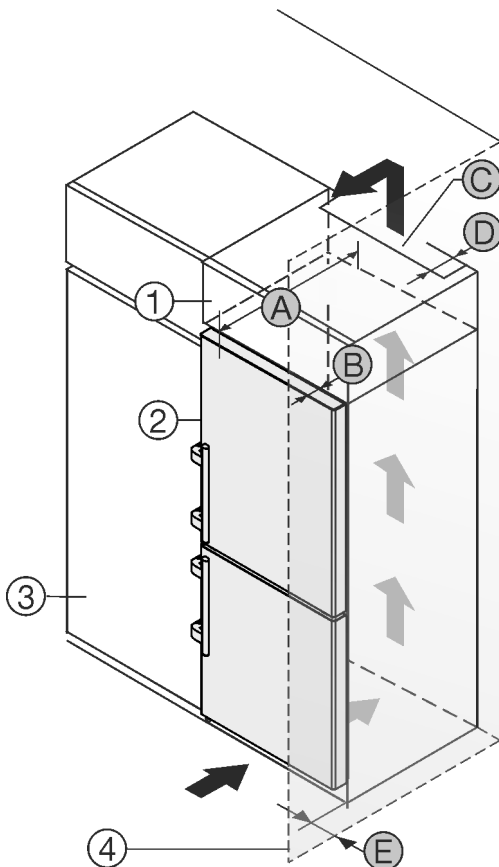

Fig. 2
Aparat lahko postavite neposredno ob kuhinjsko omaro *Fig. 2 (3)*.*
Na zadnji strani nadgradne omare mora biti zaradi prezračevanja in odzračevanja po vsej širini nadgradne omare prezračevalni jašek globine *Fig. 2 (D)*.*
Pod stropom je treba upoštevati presek prezračevanja *Fig. 2 (C)*.*
Če aparat postavite s tečaji ob steni *Fig. 2 (4)*, mora razdalja med aparatom in steno znašati vsaj 57 mm. To ustreza velikosti ročaja pri odprtih vratih.*
Da lahko vrata povsem odprete, mora aparat štrleti ven vsaj za globino vrat *Fig. 2 (B)* glede na sprednji del kuhinjske omarice. Odvisno od globine kuhinjskih omaric *Fig. 2 (3)* in uporabe stenskih distančnikov lahko aparat štrli bolj ven.*